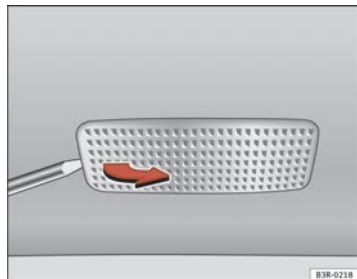

Fig. 241 Desmontaje luz del parasol
- Retire la luz con cuidado, utilizando el destornillador por su parte plana ⇒ fig. 241.